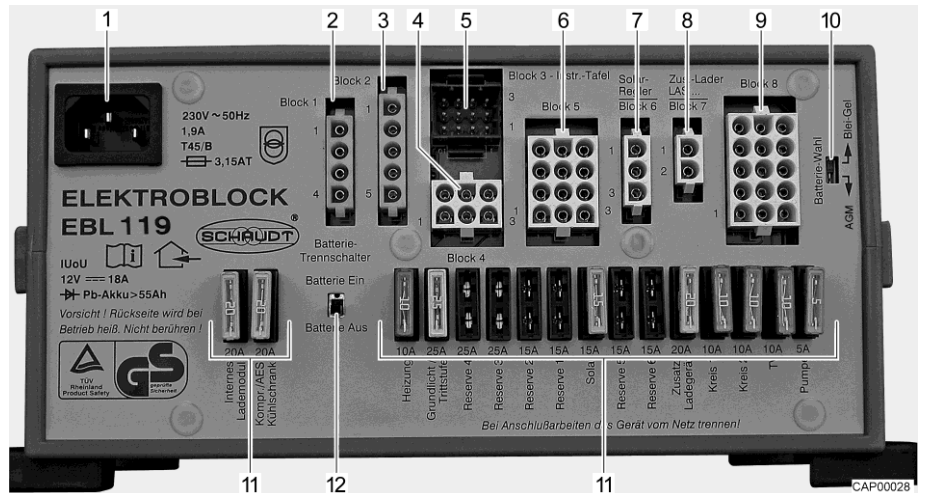

Fig. 30 Bloc électrique (EBL 119)
- Couper l'interrupteur-séparateur de batterie (Fig. 30,12) au niveau du bloc électrique.